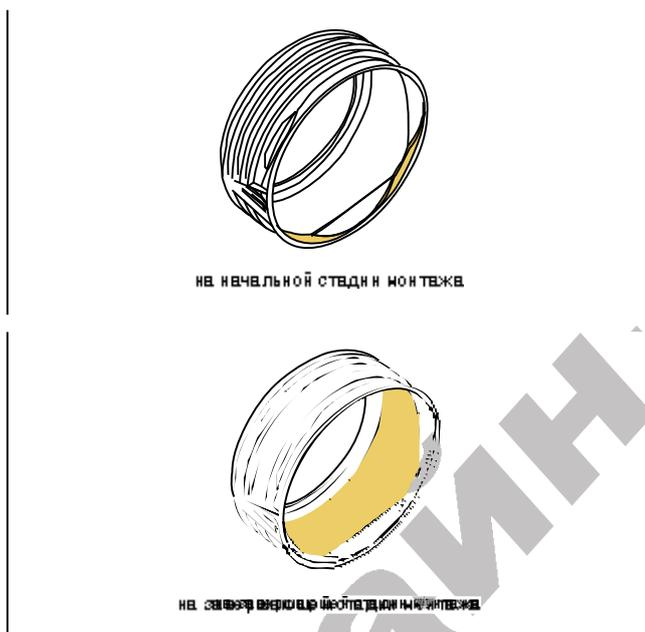

Рис. 4. Место несовпадения диаметра поперечного сечения во время монтажа и в готовом виде
- ▲ Уменьшение (макс. на 50%) усилия, необходимого для монтажа за счет уникальной конструкции раструба (см. рис. 4);